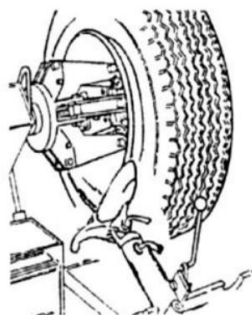

Fig9
4. Gire o pneu enquanto move o disco circular de remoção da borda (12) para frente: Ao girar o pneu, mova o disco de rompimento da borda para frente, de forma a separar o pneu do aro. Continue movendo para frente até que a borda do pneu se solte:
6. Mova o disco circular de rompimento da borda (12) para fora do aro da roda: Após o rompimento da borda, retire o disco de rompimento da borda do aro.
7. Libere a trava do suporte da ferramenta (10): Solte a trava do suporte para permitir o movimento do braço de suporte.
9. Desloque o disco de rompimento da borda (12) para o lado interno: Mova o disco de rompimento da borda para a posição interna, para facilitar a próxima operação ou preparação.
10. Repita a operação acima até que a borda do pneu do outro lado se solte, conforme indicado na Fig. 9.